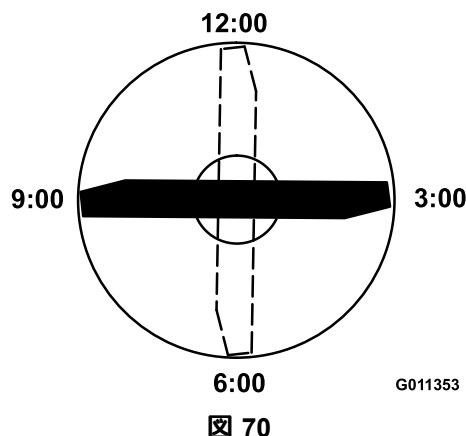

図 70
3. ブレードの印の付いているほうの端部を12時の位置車両進行方向に向け、作業台の表面からブレードの切っ先までの高さを測定する **図 70**。
4. 印の付いている端部を3時の位置と9時の位置に向けてそれぞれ高さを測定する **図 70**。